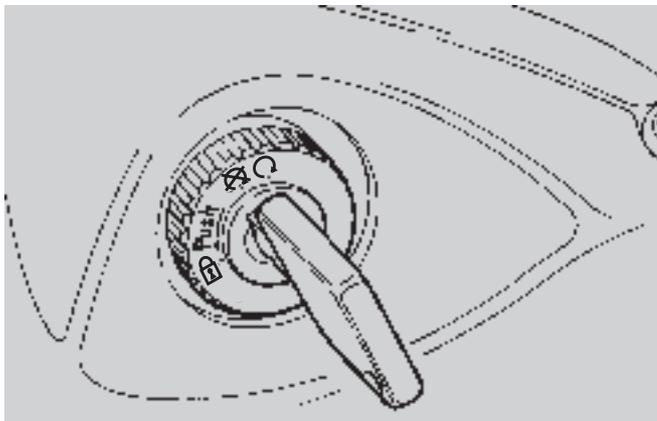

Abb. 24
- ◆ Zündschalter (Abb. 24) auf "O" stellen.